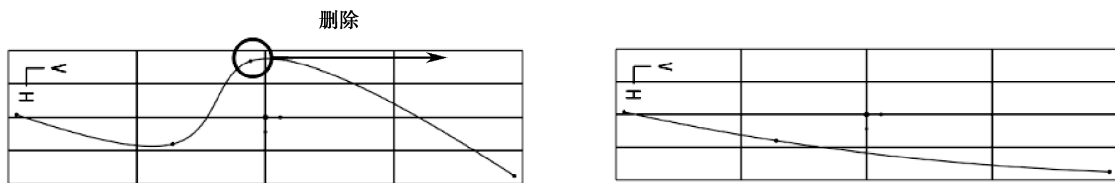

图 7-98 删除控制点
② **删除点**: 点选绘制完成的曲线, 单击曲线编辑按钮 , 在曲线上需要删除点的位置按住鼠标右键不放, 弹出快捷菜单。选择【删除点】, 那么光标处的曲线点将被删除, 效果如图 7-98 所示。